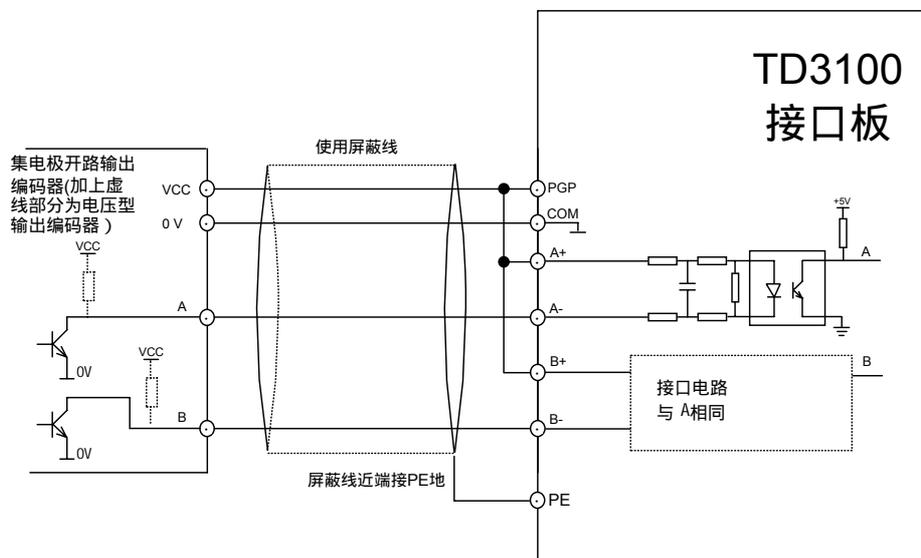

图3-24 集电极开路信号PG接线示意图
1. PG输出信号为集电极开路信号，与接口板端子的连接如图3-24所示：